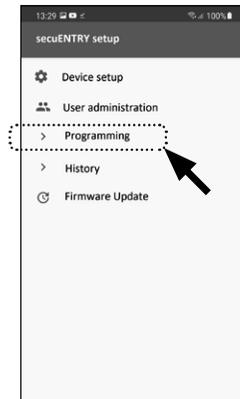

Abb. 94
- 3 Im Untermenü tippen Sie auf „Programming“ (Abb. 94).
- 12 Anschließend geben Sie den Administrator Code des zu programmierenden Schlosses ein (I) (Abb. 94) und bestätigen die Eingabe in dem Sie auf den Button START PROCESS tippen (II) (Abb. 102).